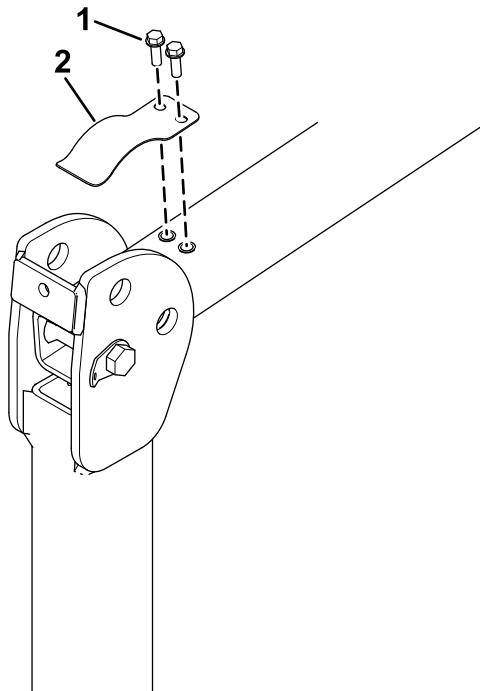

Figura 7
1. Com a barra de segurança na posição baixada, remova a mola de lâminas anti-vibração (Figura 7) de ambos os lados da barra de segurança.